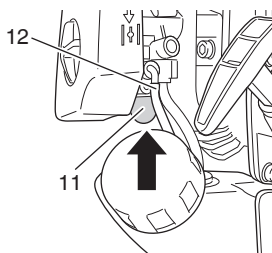

Fig. 9
- (2) Presione el cebador (11) repetidamente para que el combustible fluya por el tubo de retorno (12). (Fig. 9)